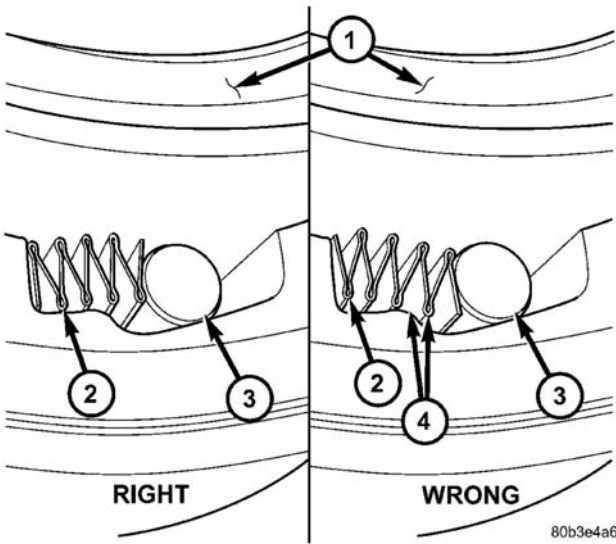

图 62 正确的弹簧/滚子方位
- 4-弹簧 (8)
(4) 按（图 62）的左侧所示确定弹簧方向。